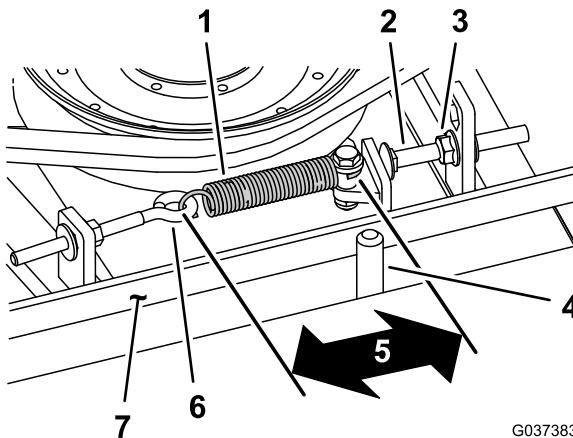

Figura 114
Quando la tensione è corretta, la misura interna della molla di prolunga (da gancio a gancio) deve essere circa 8,3 cm - 9,5 cm. Quando la tensione della molla è giusta, regolate il bullone di arresto (bullone a testa tonda) fino ad ottenere un gioco di 2-5 mm tra la testa del bullone ed il braccio di rinvio (Figura 114).
Nota: Verificate che la cinghia si trovi dal lato molla del guidacinghia (Figura 114).
2. Allentate il .bullone ad occhio (Figura 114).
3. Allentate il dado flangiato che fissa il bullone di arresto all'aletta di montaggio e spostate la puleggia tendicinghia via dalla cinghia (Figura 114).
9. Collegate la molla di prolunga (Figura 114) al bullone ad occhio e tendete la cinghia come segue: